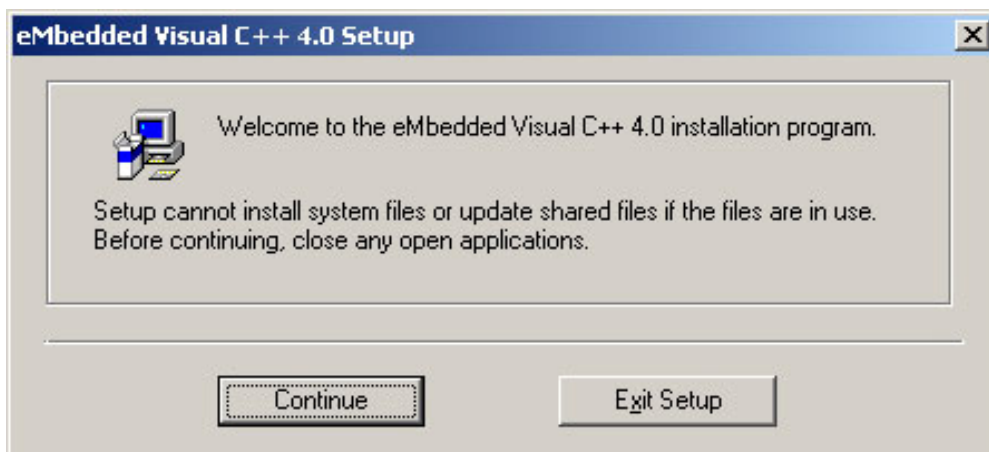

图 3-8 确认关闭应用程序
8、安装完毕以后，系统会提示关闭所有的应用程序，选择 **Continue**，如图 3-8，并在接下来的几个对话框中均选择 **OK**。